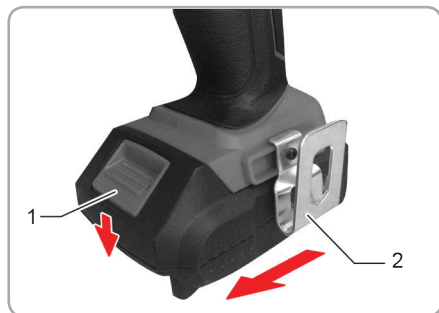

Fig.3
Introducerea și deconectarea acumulatorului: Fig 3
- Acumulatorul (2) trebuie să fie introdus complet până când butonul indicat (1) în Fig.3 se blochează automat;
- Pentru a scoate acumulatorul, apăsați butonul de deblocare (1) al acumulatorului (2) și îndepărtați-l pe din compartimentul acestuia.